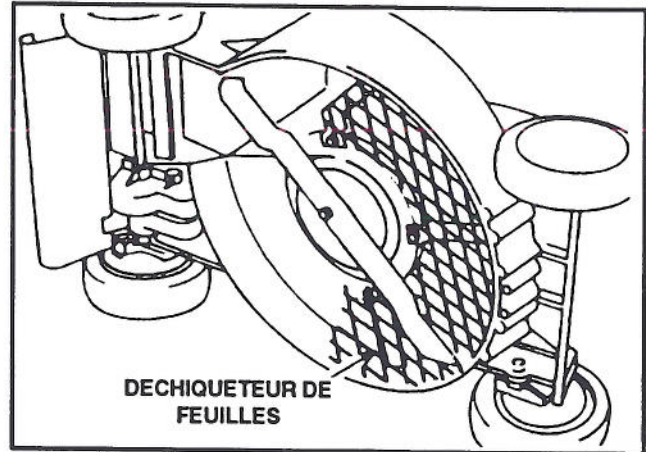

Figure 24
2. Déchiqueteur de feuilles (modèle n°59180) – Se monte sous la tondeuse en quelques minutes, sans qu'il soit nécessaire d'enlever la lame. Déchiquette les feuilles en petits morceaux afin de permettre une bonne aspiration dans le sac à herbe et donc un enlèvement pratique (fig. 24).